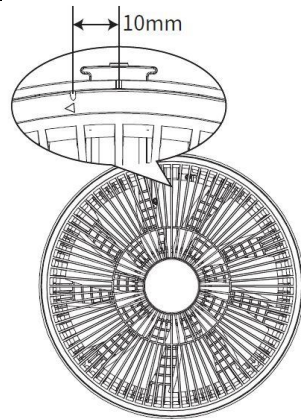

图 12
- 前网凹槽与后网凹槽距离约 10mm 处对位 (如图 12)，装回前网。